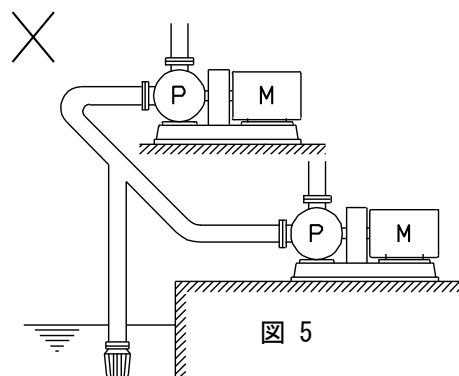

図 5
- (e) 吸込配管を図5のように分岐にしないようにしてください。1台運転のとき、停止中のポンプから空気を吸い込み、揚水不能となることがあります。